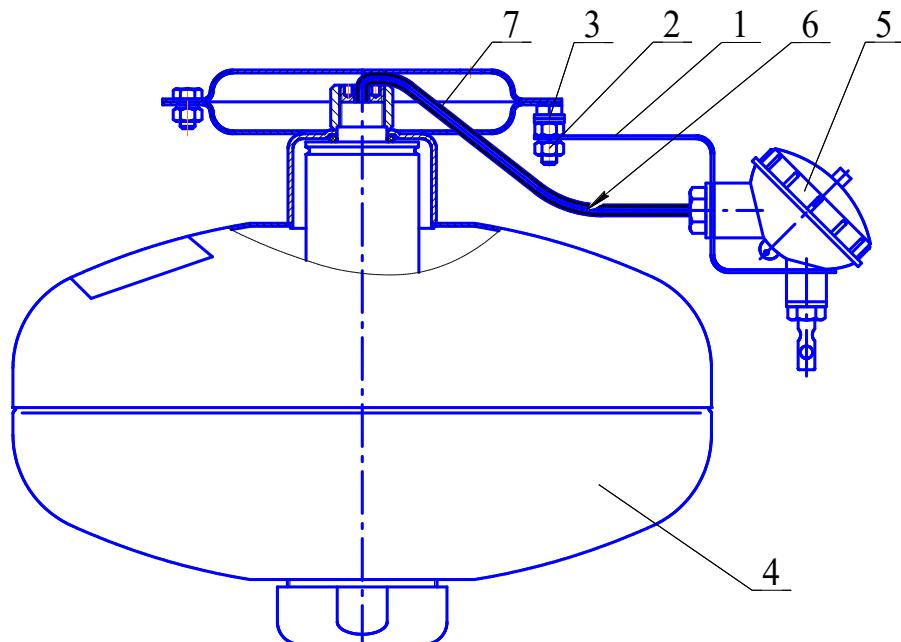
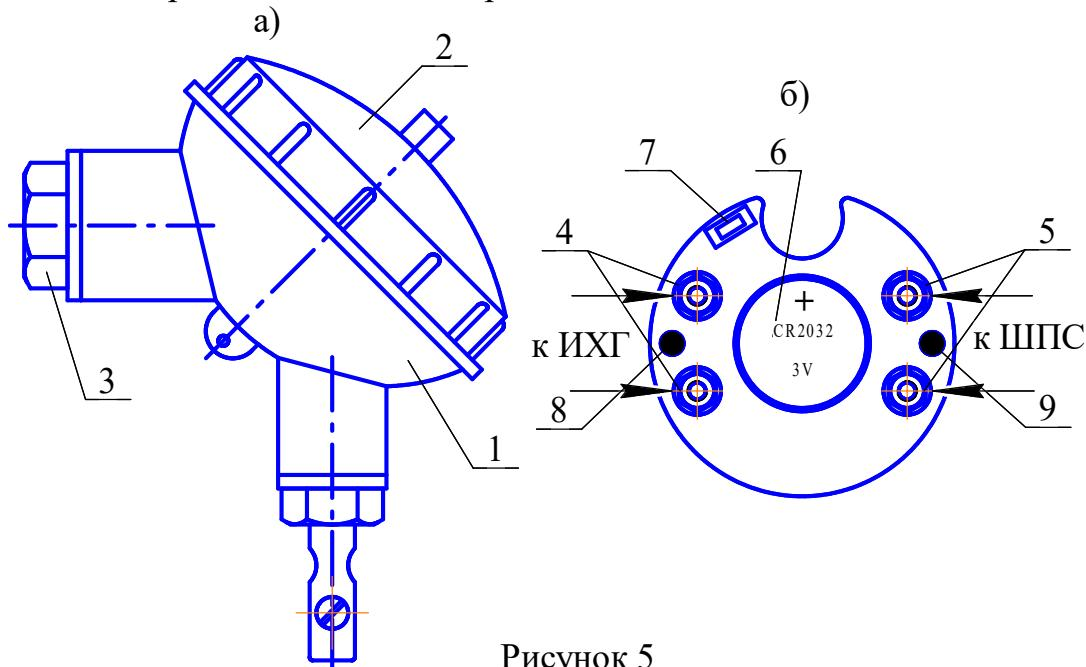

Рисунок 3
Рисунок 5
4.3.1.1 На кронштейне **1**, закрепленным гайкой **2** на заземляющем зажиме **3** МПП **4** (см. рисунок 3), установлен электронный узел запуска (устройство пусковое температурное) **5**. Вывода **6** элемента электропускового ИХГ, вставленные в трубку ПВХ **7**, через гермоввод соединены с электронным узлом запуска **5**.
6.4.2 Гайкой 2 (см. рисунок 3) закрепить на корпусе МПП кронштейн 1.
6.4.3 С корпуса 1 электронного узла запуска (см. рисунок 5) открутить крышку 2 и винт 3. Через отверстия винта 3, кронштейна 1 (см. рисунок 3) в гермовод электронного узла запуска ввести провода элемента электропускового ИХГ и при необходимости ШПС. Винтом 3 согласно рисунку 3 закрепить на кронштейне электронный узел запуска.